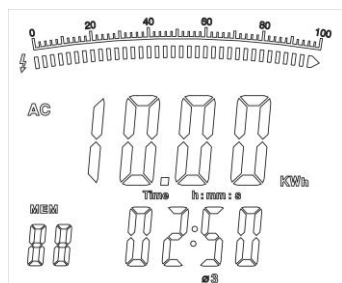

Figura 21
4. Pressione SEL para selecionar uma das 3 fases, veja figura 21.